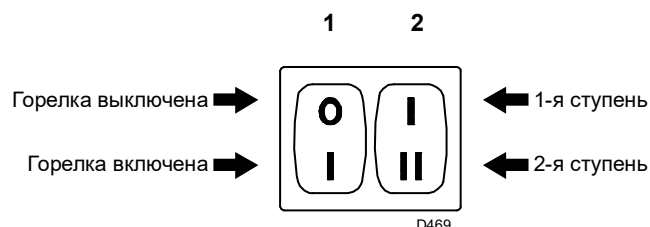

Рис. 22
- Переключатель 1)(Рис. 22) в положение «ГОРЕЛКА ВКЛЮЧЕНА».
- Переключатель 2)(Рис. 22) в положение «1 СТУПЕНЬ».
Согласно вышеописанной информации горелка включена и работает на 1-й ступени. Теперь следует переместить переключатель 2) (Рис. 22) в положение 2-й ступени: сервопривод откроет воздушную заслонку, а вместе с ней и дроссельный газовый клапан на 90°.
Установите переключатель 2)(Рис. 22 на стр. 23) в положение 1-й ступени: сервопривод 1)(Рис. 23) закроет воздушную заслонку, а вместе с ней и дроссельный газовый клапан до 15°, то есть до угла, заданного на заводе.
- Если его нужно повысить, переключитесь на 2-ю ступень при помощи переключателя 2)(Рис. 22 на стр. 23) и немного увеличьте угол оранжевого кулачка небольшими последовательными перемещениями, то есть перейдите с угла 15° на 17°, 19° и т. д. Затем вернитесь на 1-ю ступень и измерьте расход газа.
Выключите горелку при помощи переключателя 1)(Рис. 22 на стр. 23) и при помощи промежуточных винтов кулачка отрегулируйте его плавный наклон.